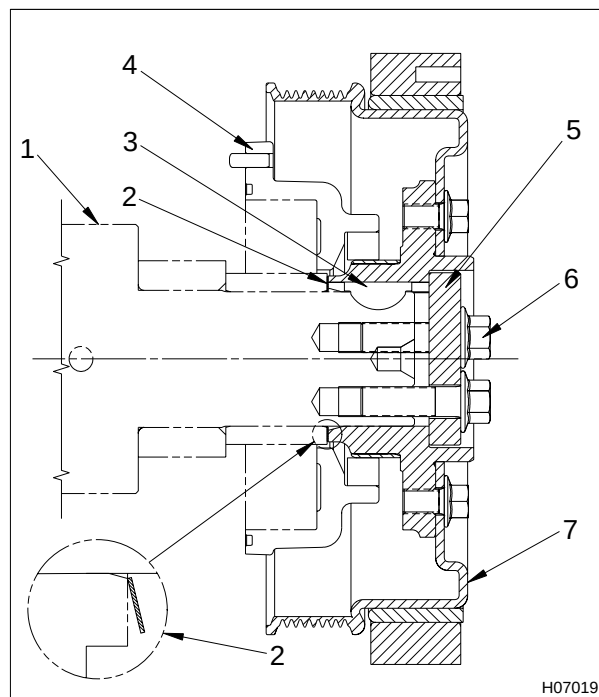
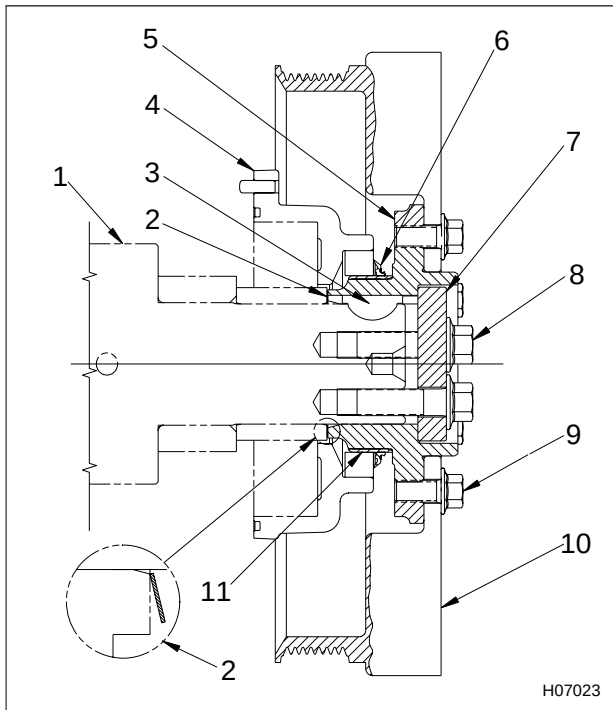

Figura 241 Piezas del amortiguador de vibraciones (amortiguador de goma)
Figura 242 Piezas del amortiguador de vibraciones (amortiguador viscoso)
3. Ponga la arandela selladora como se muestra en las ilustraciones (Figura 241) o (Figura 242).